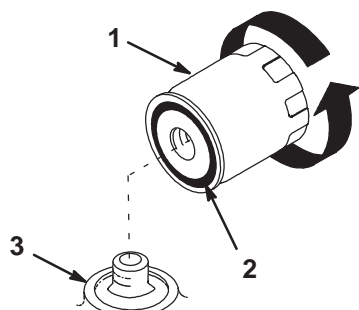

Figure 22
2. Déposez le filtre à huile usagé et essuyez la surface du joint de l'adaptateur (Fig. 22).
3. Appliquez une fine couche d'huile neuve sur le joint en caoutchouc du filtre de rechange (Fig. 22).
4. Posez le filtre à huile de rechange sur l'adaptateur. Tournez le filtre dans le sens horaire jusqu'à ce que le joint en caoutchouc touche l'adaptateur, puis donnez 1/2 tour supplémentaire (Fig. 22).